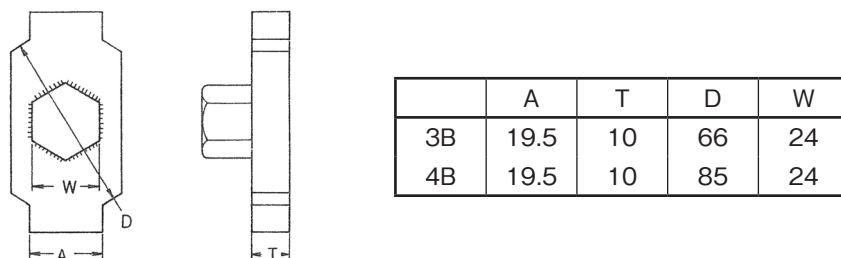

図 3-4 専用工具
- (4) プラグをプレーンベアリングから外します。
- (5) 出口側からプラグを取り出します。
- (6) 専用工具を用いてシートリテーナを反時計方向に回して外します。専用工具は図3-4を参照してください。
- (7) シートリングを外します。分解が終わったら、すべての部品について点検してください。必要な場合は新品と交換してください。